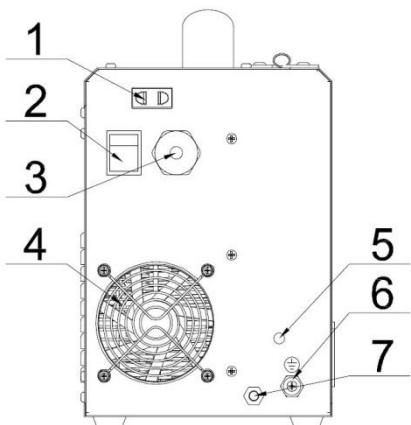

Рис.2. Задняя панель
После выполнения действий, указанных выше, переведите тумблер выключателя электросети в положение «Вкл» (Рис.2, п.2), аппарат начнет свою работу с включения дисплеев показаний и работы вентилятора.
После выполнения всех необходимых работ, выключите аппарат посредством перевода тумблера выключателя электросети в положение "Выкл." (Рис.2, п.2).
**Снабжение газом:** подсоедините газовый шланг к медному штуцеру (Рис.2, п.7). Система газоснабжения, состоящая из газового баллона, редуктора и газового шланга, должна иметь плотные соединения, чтобы обеспечить надежную подачу газа, что является чрезвычайно важным для осуществления сварки в среде защитных газов. (Примерная схема показана на рисунке ниже).
После выполнения действий, указанных выше, переведите тумблер выключателя электросети в положение «Вкл» (Рис.2, п.2), аппарат начнет свою работу с включения питания и работы вентилятора.
После выполнения всех необходимых работ, выключите аппарат посредством перевода тумблера выключателя электросети в положение «Выкл» (Рис.2, п.2).
После выполнения действий, указанных выше, переведите выключатель электросети в положение «Вкл» (Рис.2, п.2), аппарат начнет свою работу с включения дисплеев и работы вентилятора.